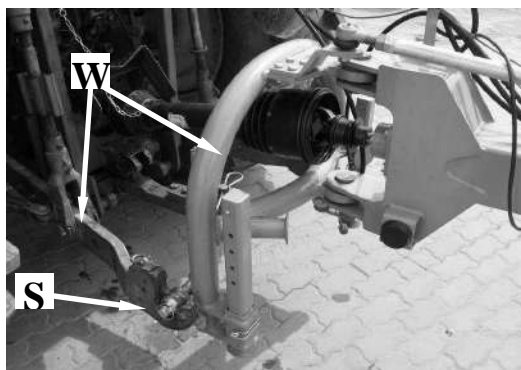

Рис. 7. Грабли соединны с трактором
- Грабли следует соединять с трактором при помощи нижних тяг трактора, как указано на **Рис. 7**. С этой целью следует подъехать трактором под зацеп граблей, затем держатели **W** нижних тяген трактора установить в шкворни **S** рамы подвески граблей.